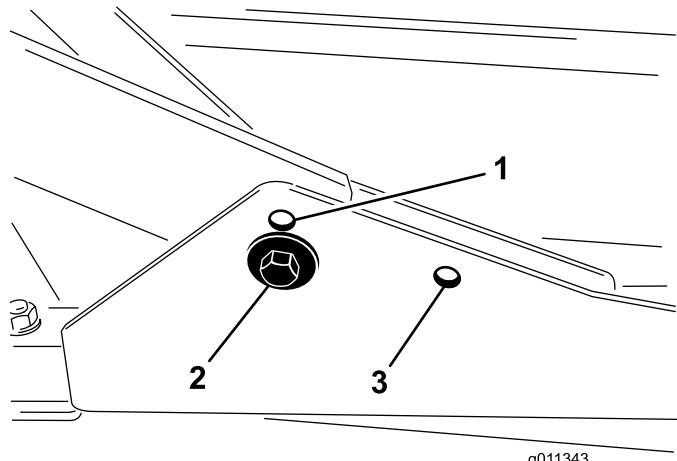

Figure 2
1. Pour les hauteurs de coupe entre 19 et 76 mm, montez les bâts porteurs avant dans les trous avant inférieurs (Figure 2).
2. Pour les hauteurs de coupe entre 64 et 100 mm, montez les bâts porteurs avant dans les trous avant supérieurs (Figure 2).
- Quelle que soit la hauteur de coupe, le plateau de coupe arrière doit être monté dans les trous de montage arrière (Figure 2).